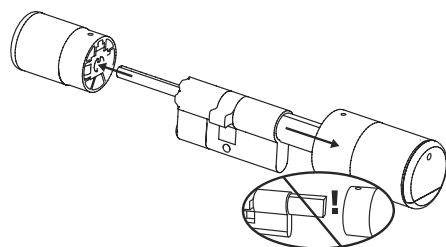

Fig. 3
- 3 Saque completamente el pomo de la parte exterior y tire hacia atrás del de la parte interior en la medida de lo posible (Fig. 3).